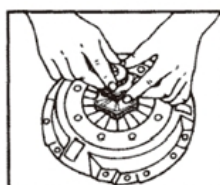

Abb. 3
3. Ziehen Sie die Handmutter (A) an (Abb. 3).